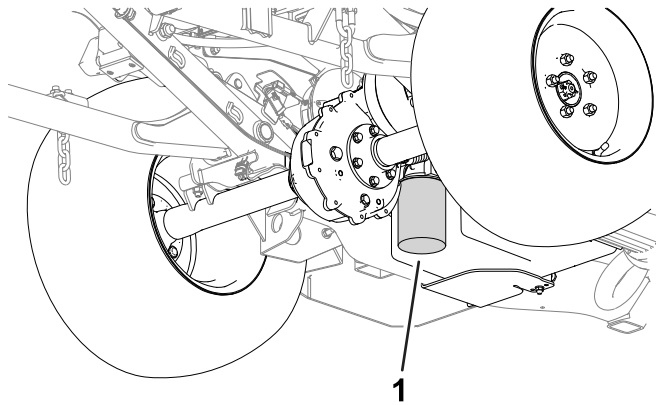

Figure 57
1. Nettoyez la zone autour de la surface de montage du filtre à huile hydraulique (montré à la Figure 57).